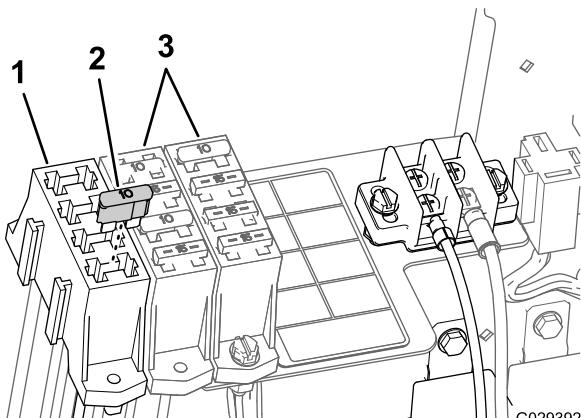

図 24
- 探し出したソケット補助ヒューズブロックに 15 A ヒューズを取り付ける図 24。